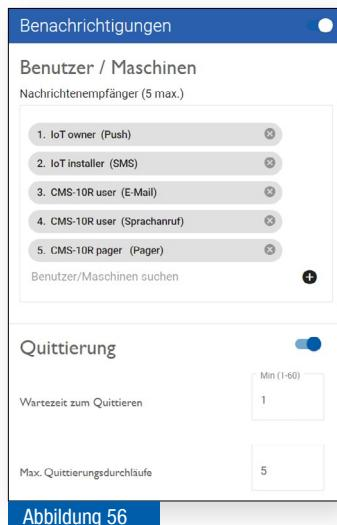

Abbildung 56
- 7 Nachrichtenempfänger: mit (+) auswählen, wer und über welchen Kanal die Nachrichten erhalten soll und Quittierung einstellen (siehe auch Kapitel 5.8.5, Abbildung 56)